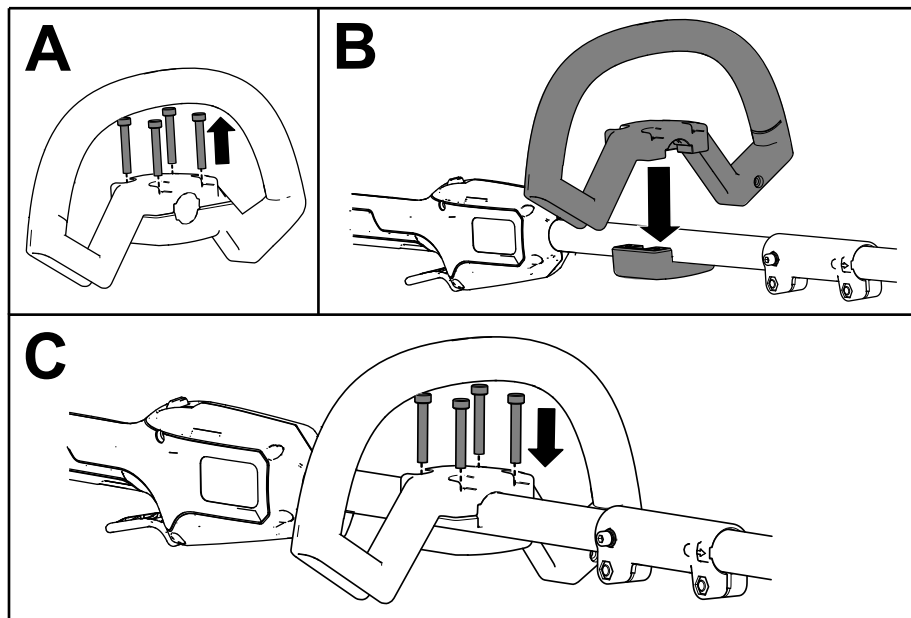

Figur 4
1. Fäll upp handtaget (A i Figur 4).
2. Rikta in låsknappen på det nedre skaftet med det avlånga hålet på det övre skaftet och skjut samman de två skaften (B och C i Figur 4).
Obs: Låsknappen klickar i det avlånga hålet när skaften är säkrade (D i Figur 4).
3. Använd den medföljande insexnyckeln och dra åt skruven på skaftanslutningen tills den är säker (E i Figur 4).